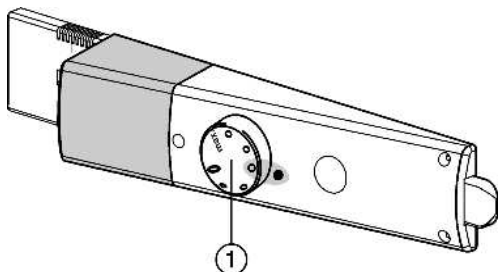

Fig. 3
- ▶ Поверните регулятор температуры *Fig. 3 (1)* вправо с положения 0 в положение 3.